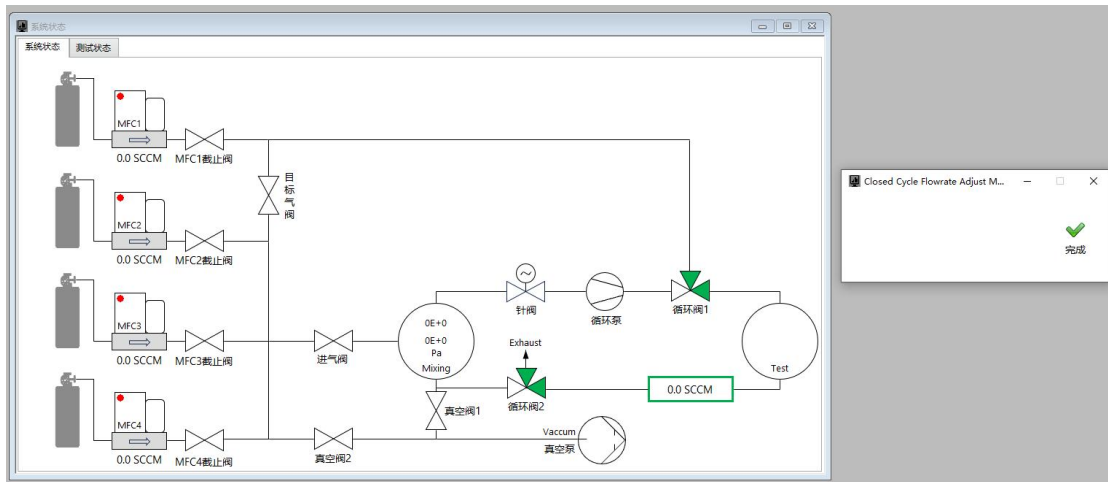

图 17
2.5 在系统配置-闭循环测试界面打开闭循环流速设定子程序，在程序主窗体中显示如图 17 的两个子窗体。用户按弹框提示操作，完成闭循环流速的调整，随后在右侧小窗体点击完成按钮，结束闭循环测试的流速调整，程序自动关闭两个子窗体。